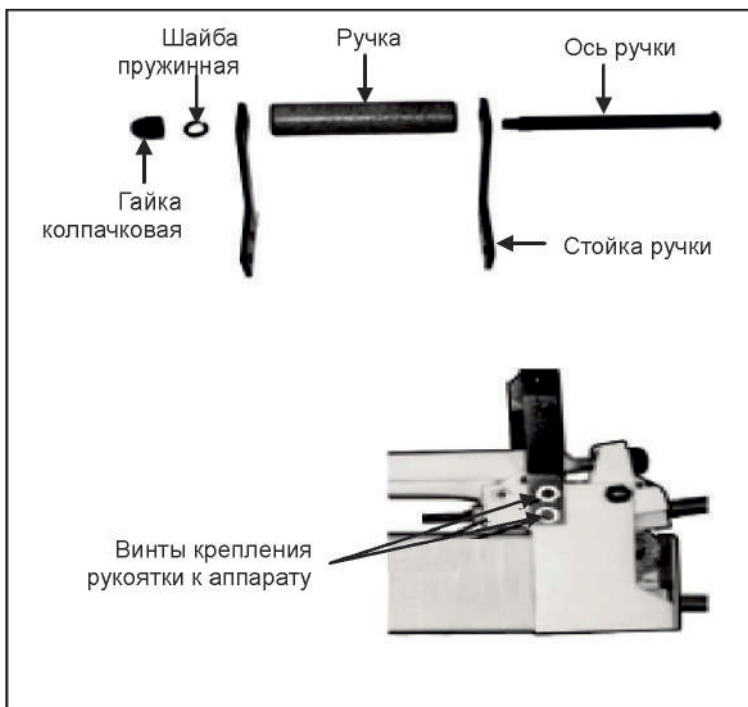

Рис. 2
1. Пропустите ось ручки через отверстия в стойках и ручке (Рис. 2). Закрепите ось с помощью пружинной шайбы и колпачковой гайки.
2. Прикрутите рукоятку к корпусу аппарата с помощью четырех винтов (Рис. 2)